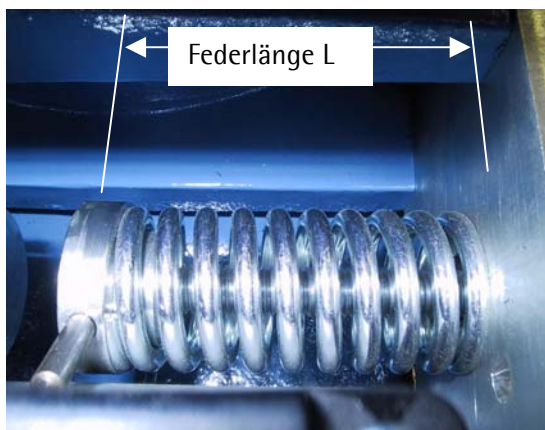

Abb. 4: Messen der Federlänge
3. Messen Sie die eingestellte Federlänge L zwischen den beiden Anlageflächen (siehe Abbildung 4).